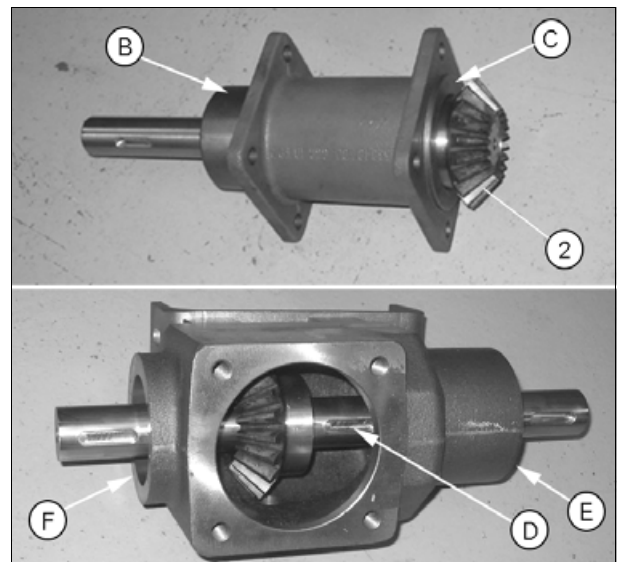

Рис. 5.
- Установите зубчатое колесо на вал перед запрессовкой вала в корпус редуктора рис. 5.
- После запрессовки вала в корпус, установите прокладки (G) и шпонку (H) перед закреплением колеса на валу.
- При помощи двух кернений (J) зафиксируйте зубчатое колесо во избежание проскальзывания при сборке стакана и корпуса редуктора.